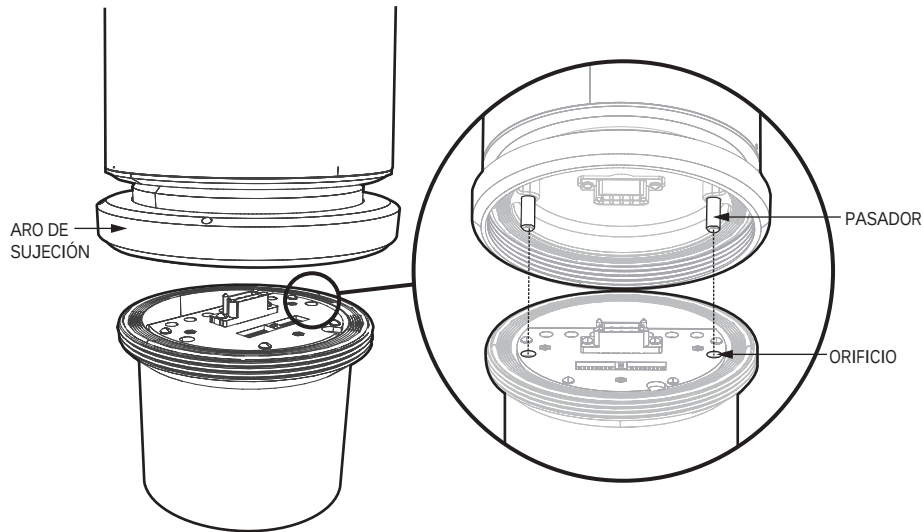

Figura 10. Fije la unidad de giro horizontal y vertical al módulo de energía
1. Verifique que la junta O-ring se haya instalado en el módulo de energía. Consulte la Figura 10 y fije la unidad de giro horizontal y vertical al módulo de energía. Deje alineados los pasadores de la unidad de giro horizontal y vertical con los orificios correspondientes del módulo de energía. Con cuidado, haga corresponder la posición del conector de la unidad de giro horizontal y vertical con el conector del módulo de energía.